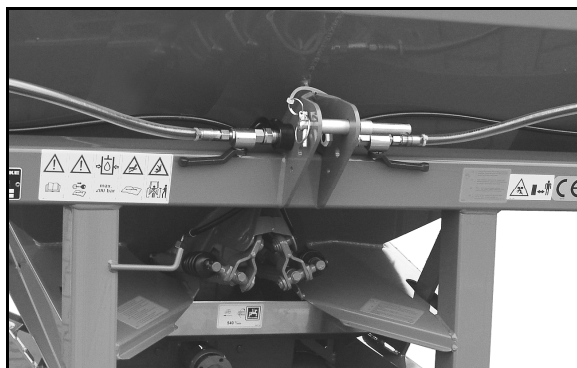

Рис. 26
4. Уберите гидравлические шлангопроводы в предназначенное для них место. Рис. 26